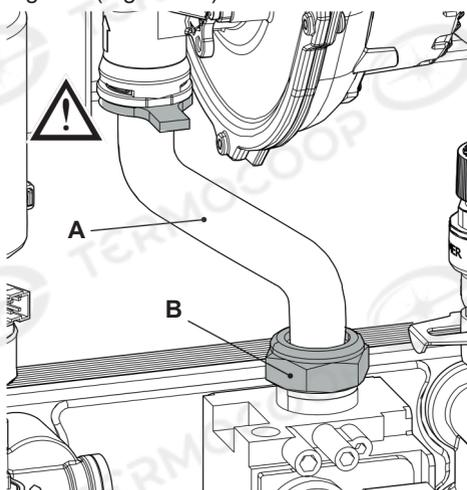

Figura 8.1
- Svitare il girello **B** ed estrarre il tubo del gas **A** (Figura 8.1).
! **Attenzione per rimontare eseguire le operazioni effettuate in senso inverso, stando attenti a non rovinare la guarnizione OR del tubo gas quando si inserisce il tubo nel mixer aria/gas ed eseguire la prova di tenuta gas dopo aver stretto il girello del tubo gas (Figura 8.1).**